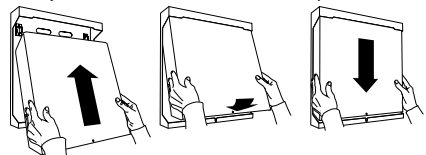

Figure 30 Mise en place du capot.
- Placer le capot de la centrale (voir Fig.30).